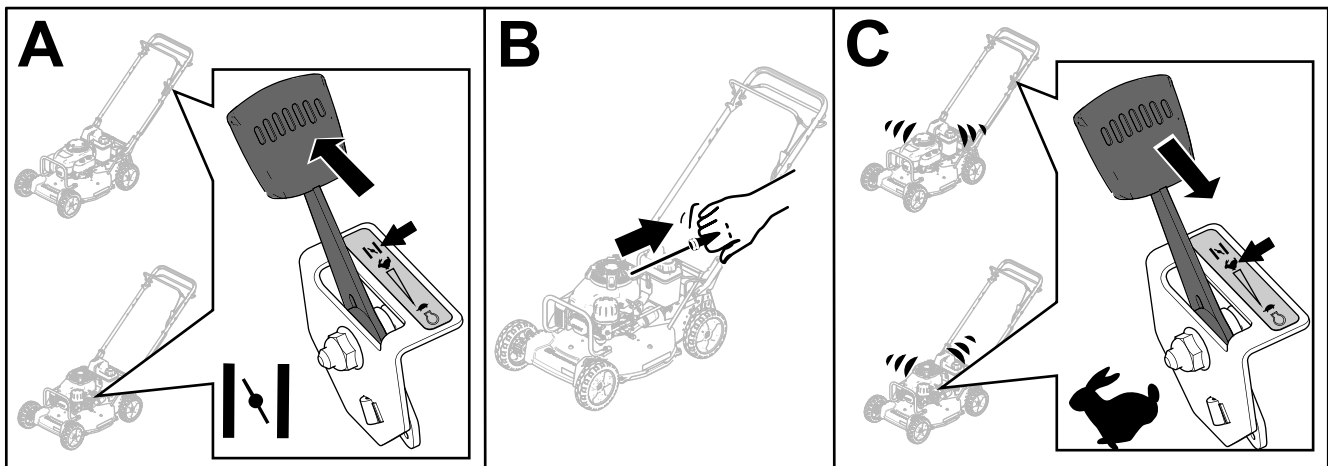

Figura 16
3. Mueva la palanca de control del acelerador a la posición de ESTÁRTER (Figura 16, A).
4. Tire suavemente del arrancador hasta que note resistencia, luego tire con fuerza (Figura 16, B).
5. Cuando el motor arranque, mueva la palanca de control del acelerador a la posición de RÁPIDO (Figura 16, C).